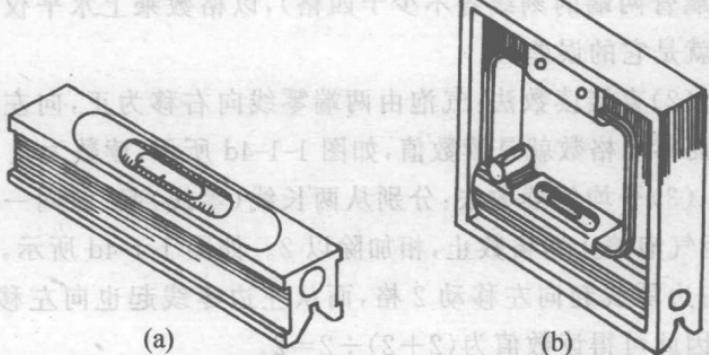

图 1-1-4 水平仪
1. 普通水平仪：有条式和框式两类，都是由框架和水准器组成的 (见图 1-1-4)。